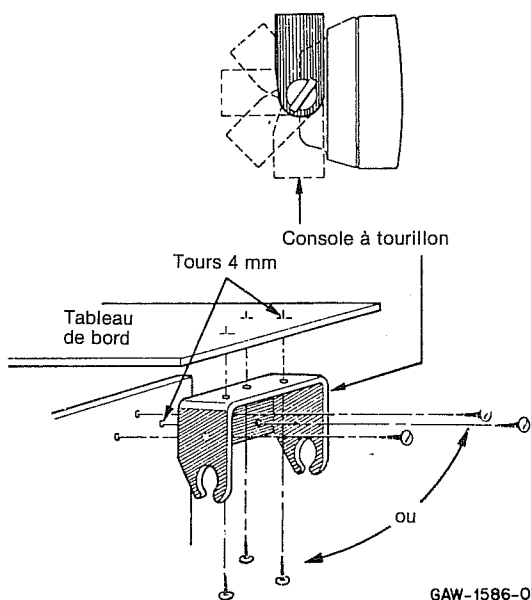

Figure 5
(1) Déposez le haut-parleur de la console à tourillon en déserrant les deux vis papillons.
(2) Choisissez un endroit pour le montage.
(3) En utilisant la console à tourillon comme modèle, marquez les emplacements des trois trous de montage pour le haut-parleur.
(4) Pointez et percez un trou de 4 mm en chaque emplacement.
(5) Montez la console à tourillon avec les vis fournies (voir figure 5).